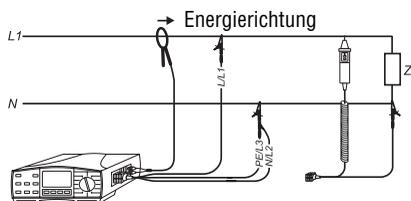

Bild 94: Anschluss der Messleitungen und des Zangenadapters
▶ Die gewünschte Messleitung an den 4-poligen Messanschluss (17) des UNITEST 0100-EUROtest anschließen. Entweder die 3-polige Messleitung oder COMMANDER 2 (lieferbar als Zubehör Best.-Nr. 1223) verwenden. Ebenfalls den gewünschten Zangenadapter an die beiden Messanschlüsse C1 (14) und C2/P (15) anschließen, siehe Bild 94.
▶ Den UNITEST 0100-EUROtest mit der Taste 'EIN/AUS' einschalten, den Drehschalter 'Messfunktion' auf die Funktion (6) Leistung/Energie stellen.
- ▶ Die Messleitungen und den Zangenadapter mit dem Prüfling gemäß Bild 94 verbinden. Öffnen Sie den Zangenadapter und umschließen Sie am Prüfling den zu messenden Leiter. Falls gewünscht kann mit der Taste 'HILFE' diese Anschlussinformation direkt am Messgerät abgerufen werden, mehrfaches Drücken der Taste 'HILFE' zeigt verschiedene Anschlussmöglichkeiten an.